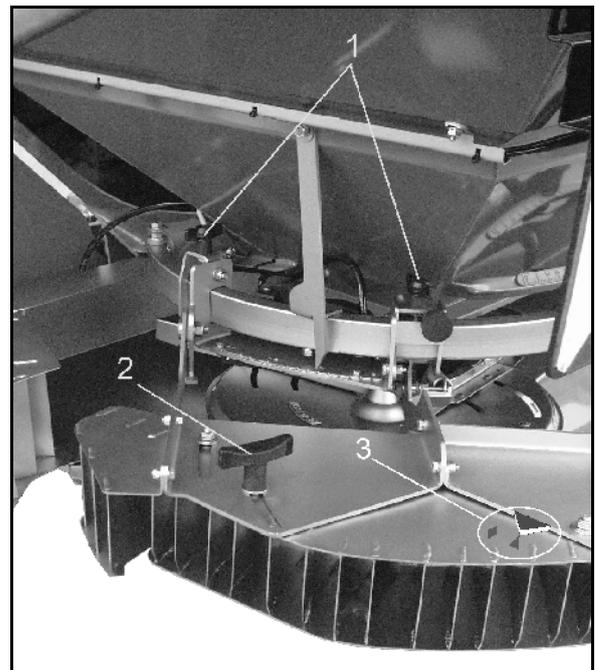

図 65
- 記号「▲」または「◆」(図 65/3)
2. 蝶ナット (図 65/1) を外します。
5. グリップ (図 65/2) を外します。
6. 表示器 (図 65/3) が記号「▲」または「◆」に位置するようになるまで、デフレクターを回します。